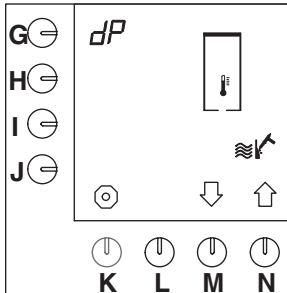

Fig. 21 Start av varmvattensystemets
- Avkalkningsprogrammet visas på displayen (fig. 21).